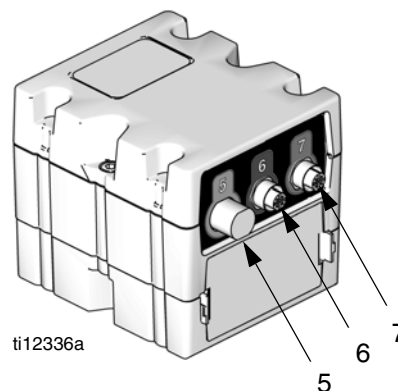

FIG. 13: Anslutningar på flödeskontrollmodulens baksida
6. Anslut kablar till baksidan av flödesregleringsmodulen. Se FIG. 13 och tabellen nedan.